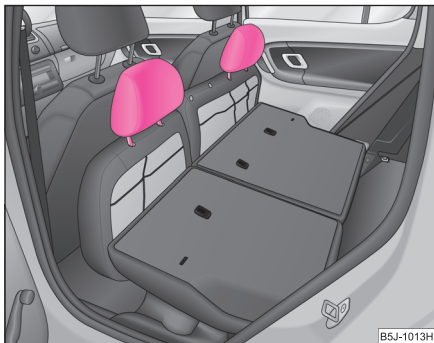

Abb. 55 Rücksitze: Kopfstützen in Rücksitzflächen
- Die Kopfstützen können in die entsprechenden Öffnungen der vorgeklappten Rücksitzflächen eingesteckt werden ⇒ Abb. 55.